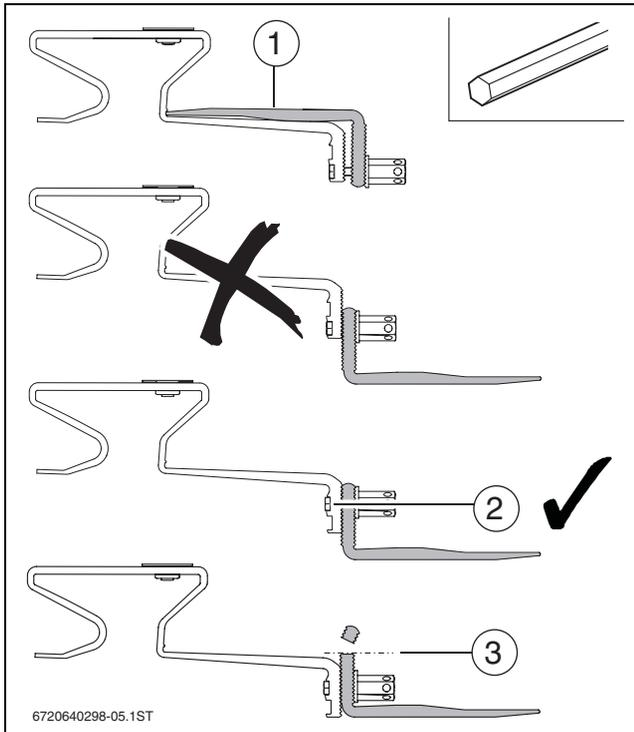

Fig. 20
- ▶ Se le tegole ed i listelli da tetto superano insieme 70 mm, utilizzare il gancio da tetto come tirante di ancoraggio per travetti (→ fig. 20).